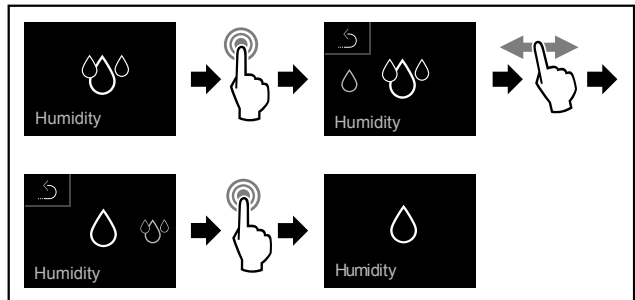

Fig. 70
- ▶ Провести етапи операцій (див. Fig. 70) .